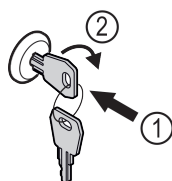

Fig. 127
- ▶ Inserire la chiave Fig. 127 (1).
- ▶ Ruotare la chiave di 90° in senso orario Fig. 127 (2).